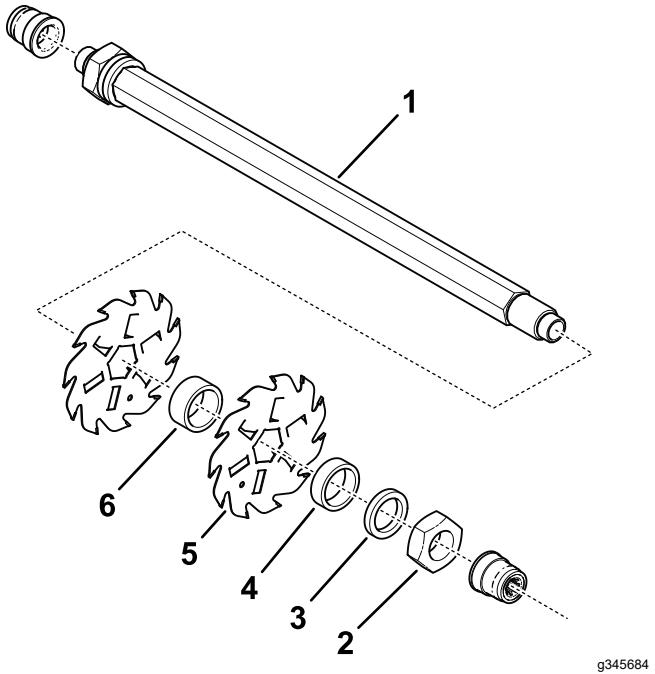
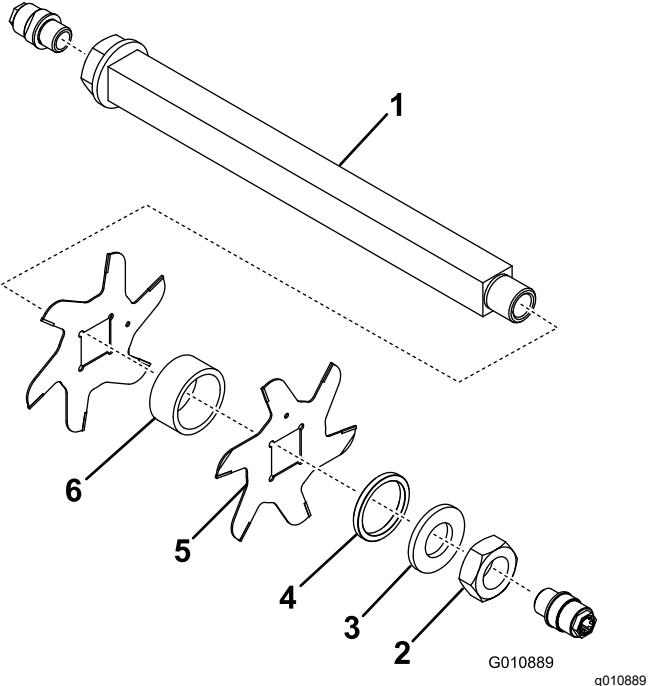

Bild 14
Bild 15
3. Entfernen Sie das/die kleine(n) Distanzstück(e), die Scheibe (nur Modell 03619), die Messer und die großen Distanzstücke. Reinigen und schmieren Sie die Sechskant- oder Vierkantwelle mit etwas Schmiermittel ein, um den Einbau zu erleichtern (Bild 15 oder Bild 14).